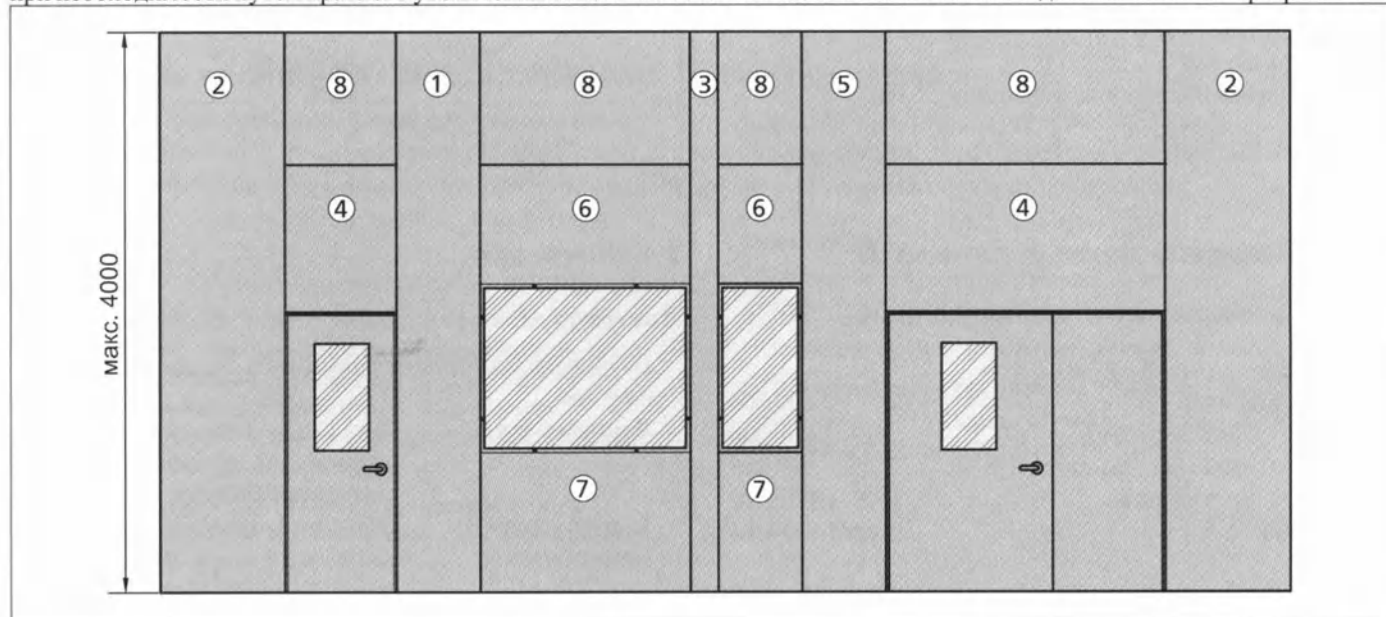

Рис. 5. Система монтажа панелей W в соответствии с исполнением и окончанием
4.1. Система монтажа панелей W (Рис. 5)
На рис. 5 изображены основные способы соединения панелей W между собой, у окон и дверей с использованием соответствующего исполнения и окончания панели. Высота облицовки не ограничена высотой панели. Её можно увеличивать при необходимости путём кратного увеличения основных высот панелей. Панели можно подогнать по высоте разрезанием.